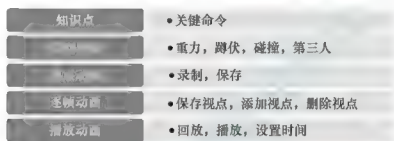

图 4.18 知识体系
(1) 对照图 4.18，梳理自己所掌握的知识体系，并与同学相互交流、研讨个人对某些知识点或技能技巧的理解。